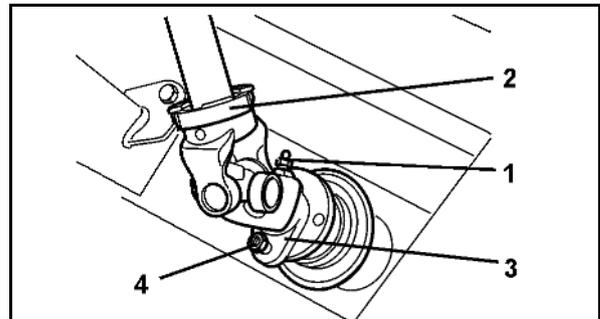

Fig. 57
6. Schmiernippel (Fig. 57/1) lösen und Gelenkwelle (Fig. 57/2) aufstecken.
7. Anschlussgabel (Fig. 57/3) mit Abscherschraube (Fig. 57/4) befestigen.
8. Schmiernippel (Fig. 57/1) eindrehen.